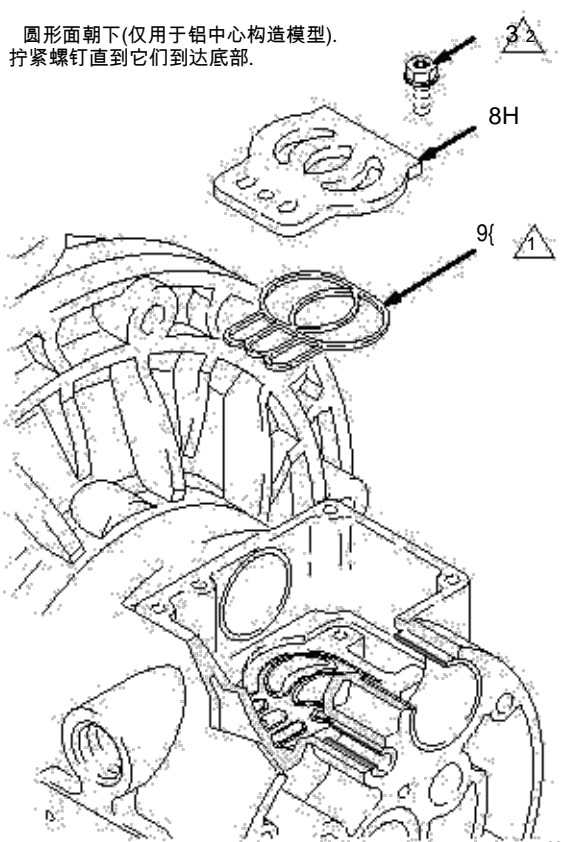

Fig. 10
5. 检查阀板(8(H))的位置. 如果损坏, 用螺丝刀(T20) 或7 mm套筒扳手移开3 个螺丝(3). 移开阀板(8(H)), 在铝中心构造模型还要移除密封 (9). 见图10.
2. 在铝中心构造模型下阀板密封(9) 嵌入阀腔底部的槽上。圆形边的密封要朝下对应槽。见图10。
3. 将阀板 (8H) 安装在腔里。在铝中心构造模型下阀板是可逆的无论哪边都可以面对。使用螺丝刀(T20) 或7 mm 套筒扳手拧紧三颗螺丝 (3) 直到螺丝被拧到最后底部。见图10。